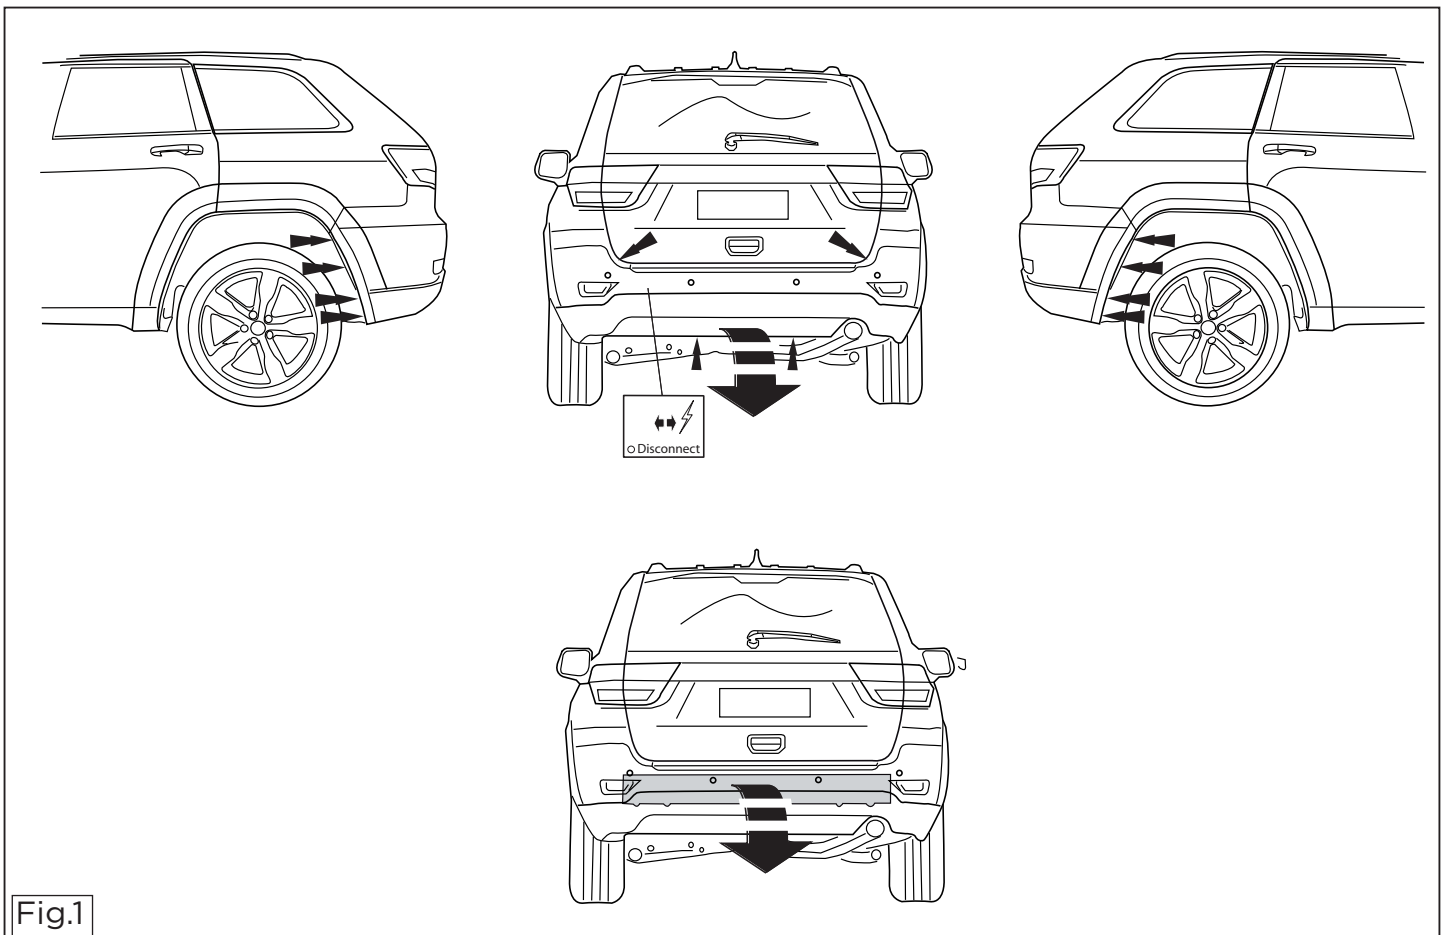

Fig.1
1. Demonter kofangeren, inklusive køretøjets stålstødbjælke. Denne bliver overflødig. (jævnfør fig. 1).
1. Desmontar el parachoques inclusive el tope de acero del vehículo, el tope no se vuelve a utilizar. (véase la fig. 1).
1. Smontare il paraurti e la barra d'acciaio dal veicolo; la barra in acciaio non dovrà più essere montata. (vedi fig. 1).
belka zderzakowa nie będzie ponownie używana. (Patrz rysunek 1).